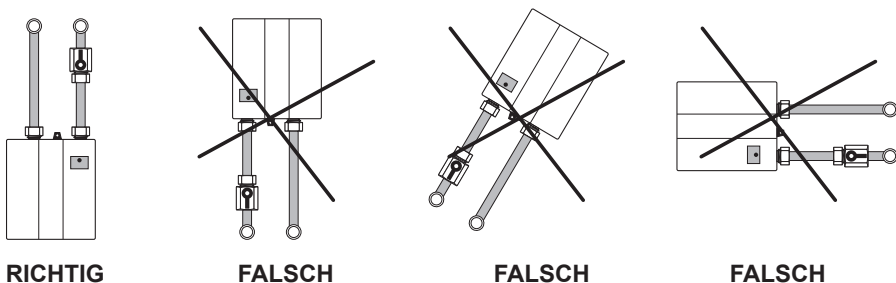

Abbildung 1
- Das Gerät darf nur in der in der Abbildung 1 dargestellten Position betrieben werden.
Der Erhitzer darf nur in der auf der Abbildung 1 dargestellten Position in Betrieb genommen werden. Montage in einer anderen Position oder ohne den Wasserfilter kann zur Beschädigung des Heizelements führen und somit zum Verlust des Garantieanspruchs.